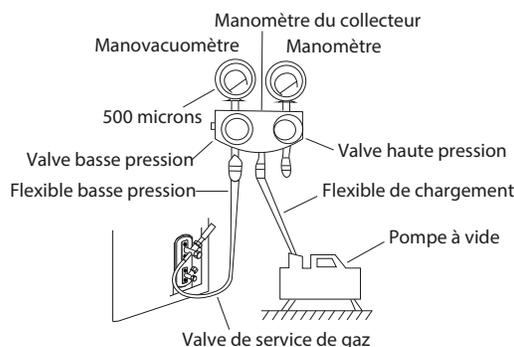
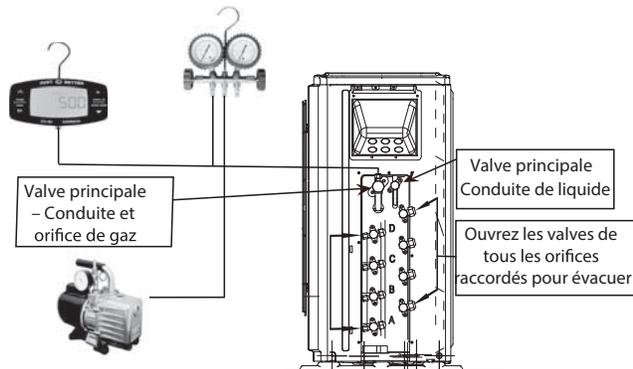

Fig. 27 – Manomètre du collecteur
Fig. 28 –Collecteur – Capacités 24 à 48
3. Capacité 18 – Raccordez le manomètre du collecteur (côté basse pression) à la valve individuelle de service (orifice 5/16, utilisez l'adaptateur pour un flexible de 1/4 po) pour évacuer chaque circuit. Capacités 24 à 48 – Raccordez le manomètre du collecteur (côté basse pression) à la valve principale de service (orifice 5/16, utilisez l'adaptateur pour un flexible de 1/4 po) pour évacuer tous les circuits en même temps (voir la figure 27).
5. Ouvrez (entièrement) la valve basse pression du manomètre du collecteur (voir la figure 27 pour la capacité 18 000 et la fig. 28 pour les capacités 24 000 à 48 000).